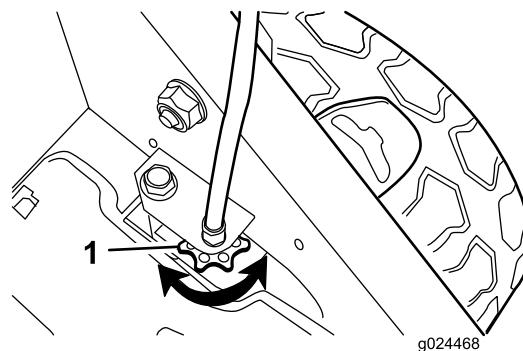

Figura 22
- Si las ruedas no giran al apretar la barra de autopropulsión, la correa de transmisión está demasiado floja. Gire el mando de control de la transmisión de las ruedas (Figura 22) una vuelta en el sentido de las agujas del reloj y repita los pasos 4 a 6.
- Si las ruedas giran antes de apretar del todo la barra de autopropulsión, la correa de transmisión está demasiado apretada. Gire el mando de control de la transmisión de las ruedas (Figura 22) una vuelta